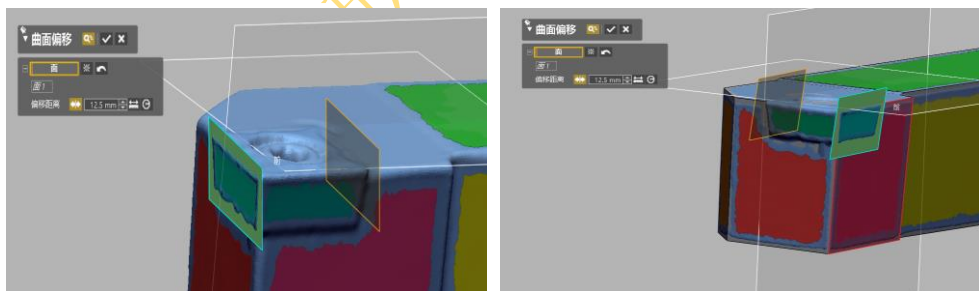

图 4.57 曲面偏移
3) 点击菜单栏模型>曲面偏移图标, 弹出曲面偏移对话框, 选择要偏移的面, 偏移距离为 12.5mm, 点击确定。重复曲面偏移命令, 偏移出另一片体, 如图 4.57 所示。